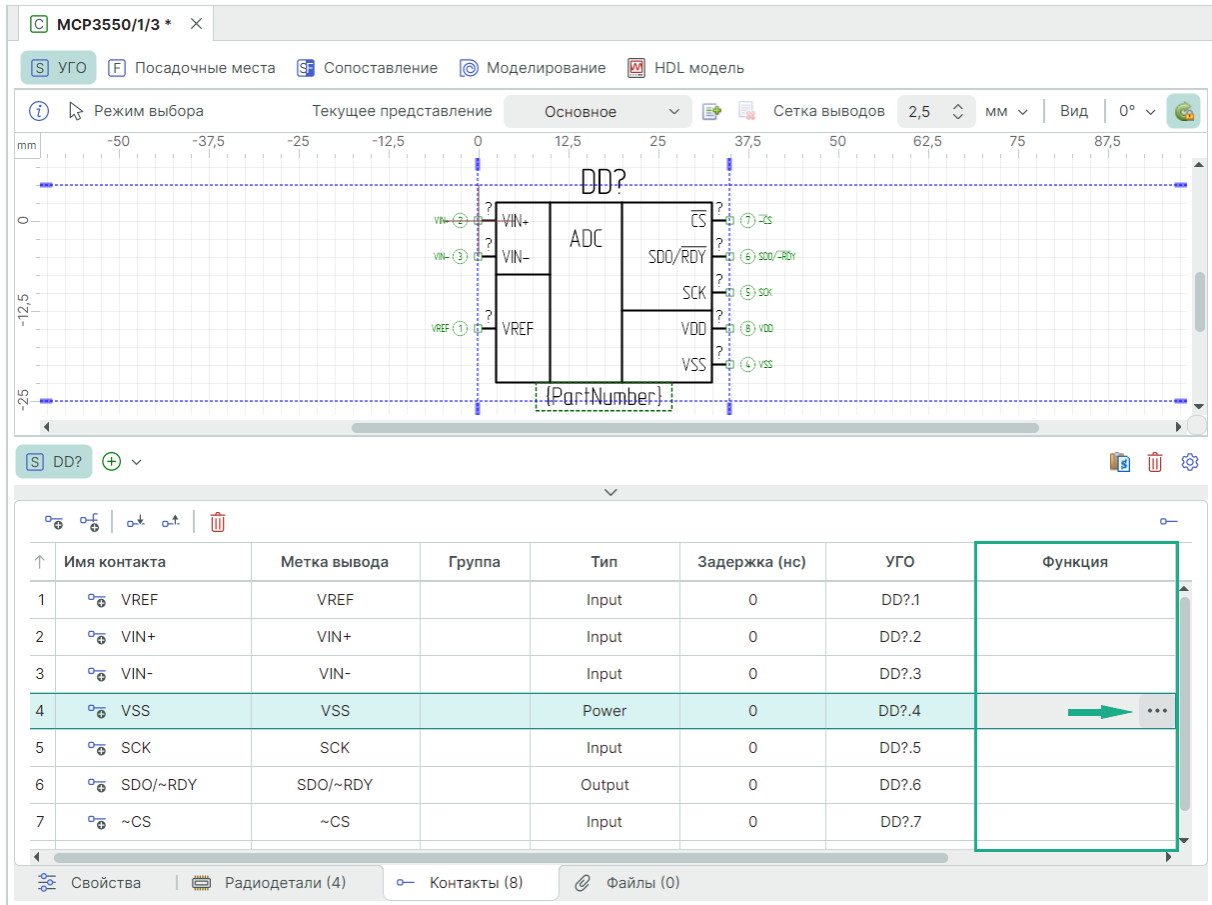

Рис. 254 Определение функции
- Выберите контакт, двойным кликом нажать символ «...» в соответствующей ячейке столбца «Функция», см. Рис. 254.